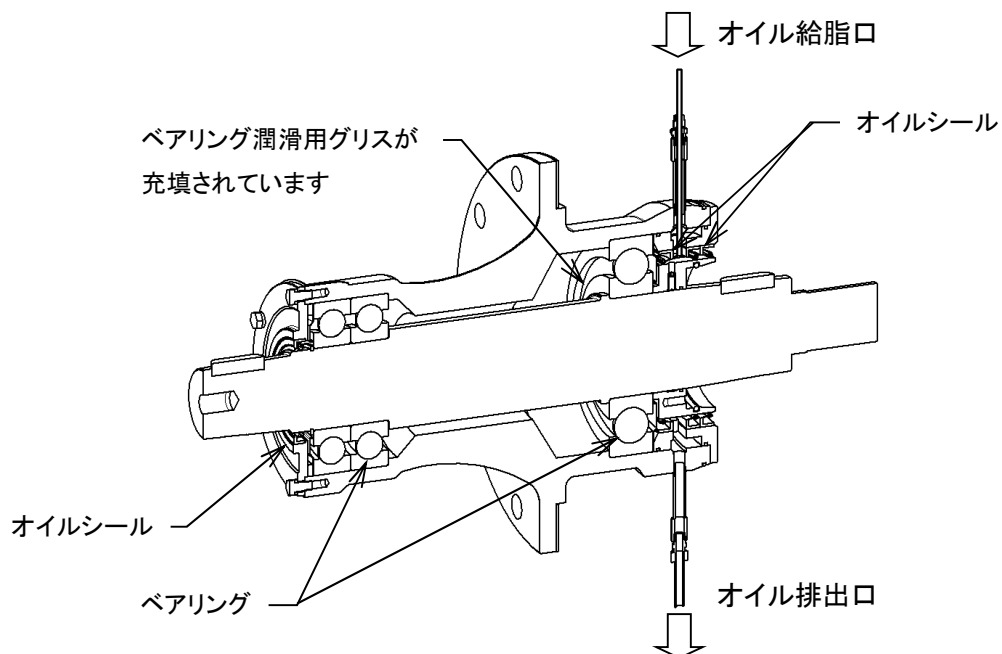

図 8-1
8. 3.1 自動給油器 (オートグリス) (図 8-1)
- ・ オイルはベアリングの為ではなく、オイルシールの保護の為に給脂されています。(図 8-1)